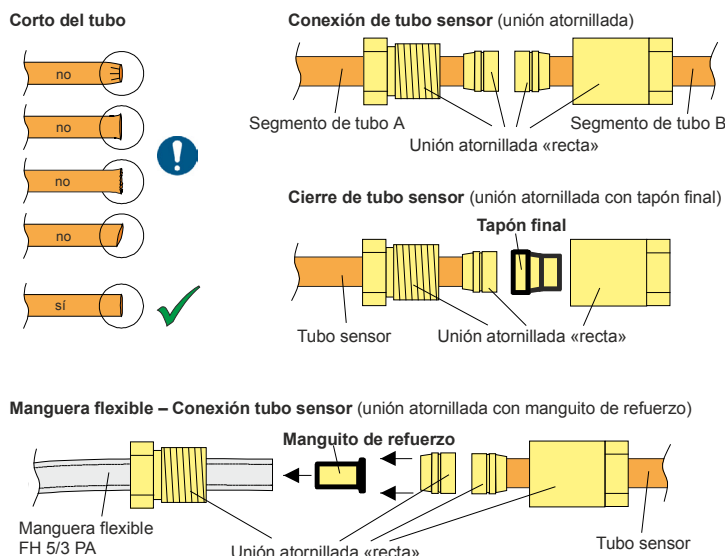

Fig. 19 Conexiones del tubo sensor
- Los tramos de tubería se unen entre sí mediante uniones atornilladas. Aquí hay que cerciorarse de que los extremos del tubo estén cortados en ángulo recto y que no sobresalgan virutas metálicas (rebabas), **Fig. 19**.
- En el extremo del tubo sensor se utiliza una unión atornillada con tapón, **Fig. 19**. Esta solo debe instalarse una vez que se haya soplado el tubo sensor.
- En el caso de las uniones atornilladas que conectan el tubo sensor con la manguera flexible, siempre se debe utilizar un manguito de refuerzo especial, **Fig. 19**.